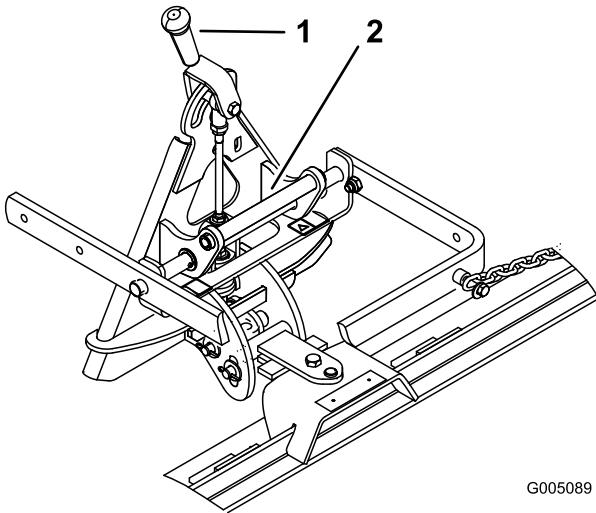

Bild 14
1. Drehen Sie den Sperrhebel nach links (Bild 14).
3. Fassen Sie den Griff an und heben und kippen Sie das Anbaugerät auf das Anbaugerät zurück (Bild 14).